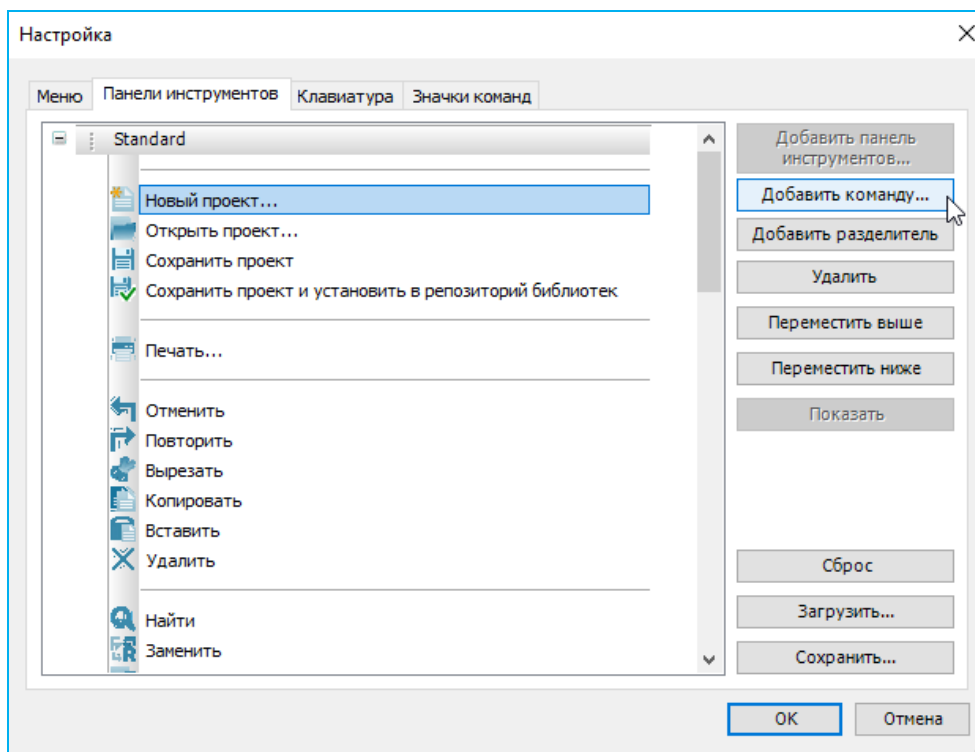

Рисунок 11 – Окно настройки основного меню и панели инструментов
- перейдите на вкладку **Панель инструментов** и рядом с пунктом **Standard** нажмите кнопку **+**, в открывшемся списке поставьте курсор на пункт **Новый проект...** Станет активной кнопка **Добавить команду...** (Рисунок 11);